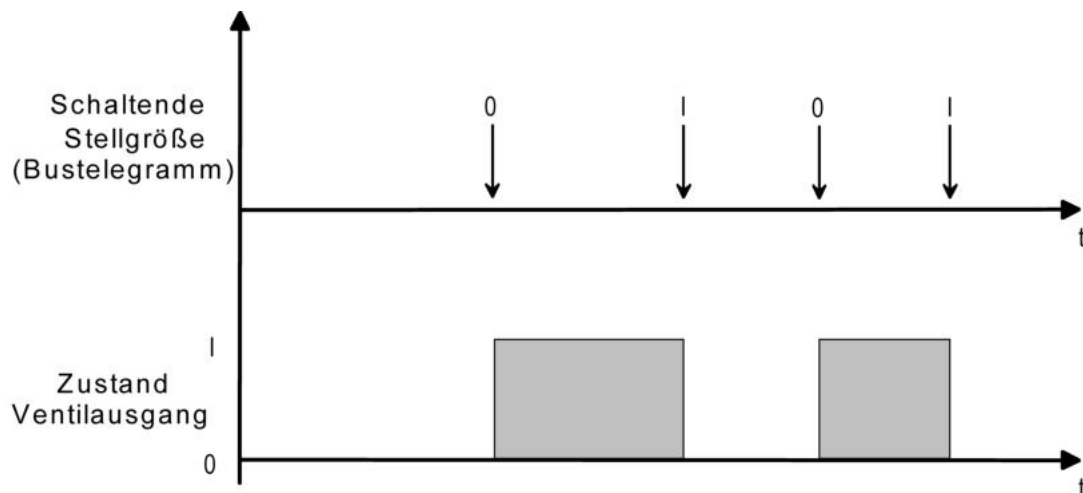

Bild 15: Umsetzung einer schaltenden Stellgröße in ein Ausgangssignal bei stromlos geöffneten Ventilantrieben (Beispiel)
- Den Parameter "Ventil-Wirksinn (Ventil im stromlosen Zustand)" einstellen auf "geöffnet". Bei schaltenden Stellgrößen wird das über das Objekt "Stellgröße" empfangene Schaltelegamm direkt an den Ausgang weitergeleitet. Bei einem empfangenen "EIN"-Telegramm wird der Ausgang nicht bestromt und somit das Ventil vollständig geöffnet. Das Ventil wird durch Einschalten des Ausgangs vollständig geschlossen, wenn ein "AUS"-Telegramm empfangen wird (Bild 15).